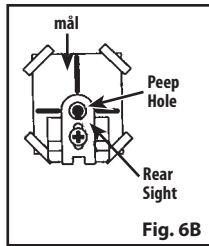

Fig. 6B
- Når der anvendes peep-sigte er luftpistolens sigte korrekt, når bladet i forreste sigte er positioneret præcis i midten af det bageste sigte (Fig. 6B).